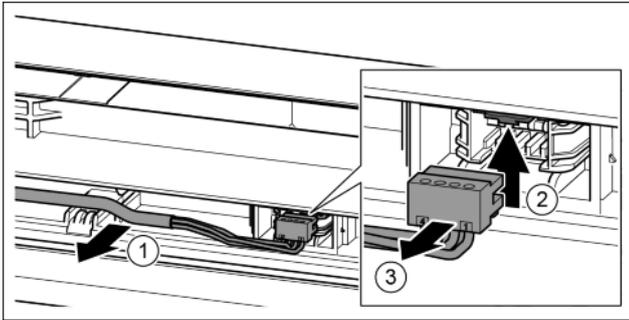

Fig. 19
- ▶ Sortir délicatement le câble gris du guide dans la porte. Fig. 19 (1)
- ▶ Pousser la languette vers le haut. Fig. 19 (2)
- ▶ Sortir délicatement le connecteur. Fig. 19 (3)